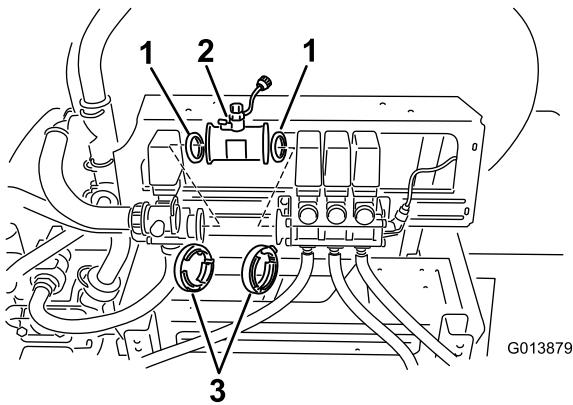

図 6
6. 掛拌バルブとブームバルブ・アセンブリの間にフローメータを取り付けるフローメータについている矢印がブームバルブ3個の方に向かうように取り付けること図6。
- A. 既存のガスケットは、攪拌バルブにはまるようにフローメータ側に取り付ける図6。